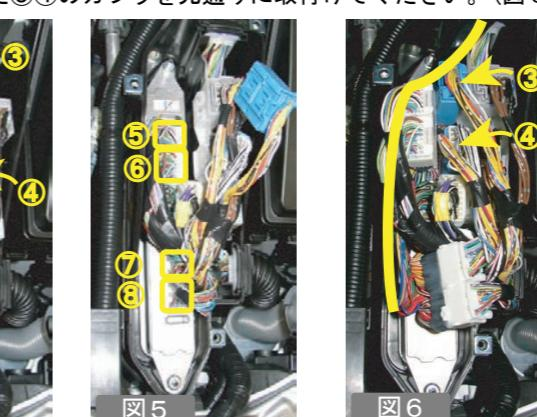

図6
- 図6の黄色線のようにVACハーネスを取り回し、ECUボックス内に収めてください。
- (6)で外した③④のカプラを元通りに取付けてください。(図6)